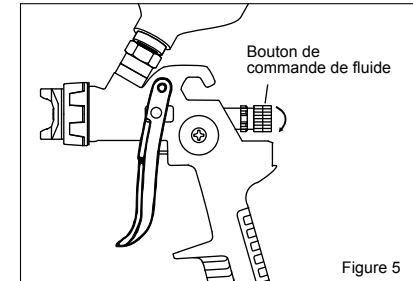

Figure 5
2. Tournez le bouton de commande de fluide dans le sens horaire jusqu'à la fermeture. (Voir la Figure 5)